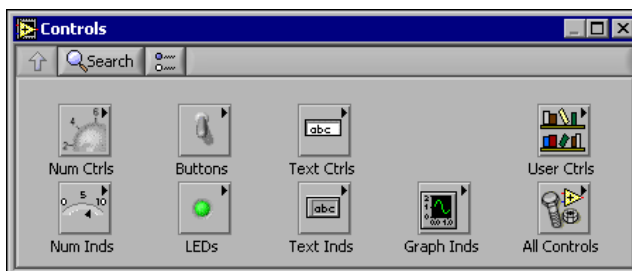

Figura 1-4 La palette Controls.
1. Se la palette **Controls**, mostrata nella Figura 1-4, non è visibile sul pannello frontale, selezionare **Window»Show Controls Palette** per visualizzarla.